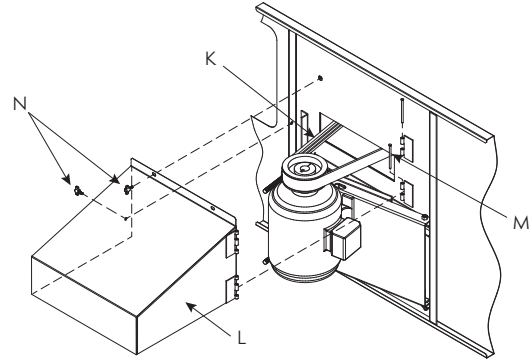

图 20b — 电动机保护罩和Power-Band高强皮带的安装
- 将Power-Band皮带（K）绕在风机和电动机的皮带轮上（见图20b）。利用“J”型螺栓上的螺母来调整皮带松紧度不要调得过紧。用手在皮带中心位置上加适当的压力，其水平方向上的挠度约为3/4" (19mm)。
- 装上电动机保护罩（L），对上铰链，插入铰链销（M），见图20b。